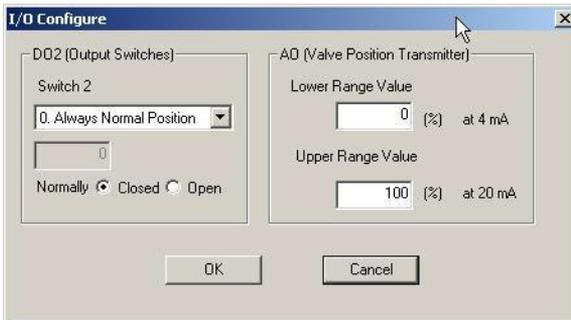

Figure 27 Configurer des Entrées/Sorties
Cette procédure donne un exemple, en utilisant les paramètres de la Figure 27, pour voir si un contact fonctionne :
1. Appuyer sur l'onglet **Configurer** et la Figure 27 apparaît.